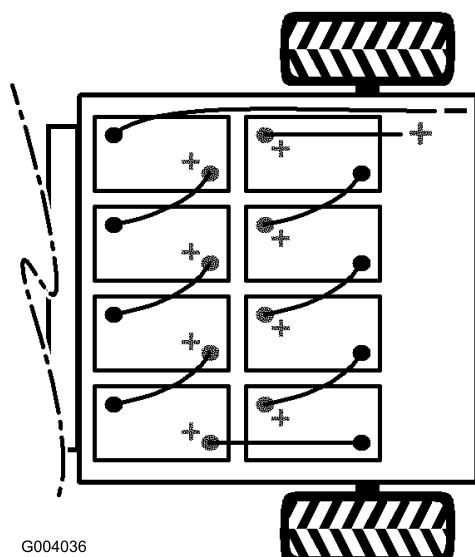

Figura 6
4. Montate le batterie come illustrato in Figura 6.
Nota: Prestate attenzione alla polarità delle batterie quando montate le batterie nuove (Figura 6).
7. Serrate il bullone e fissate l'altra estremità del fermaglio con un nuovo bullone (5/16 x 3/4 pollice) e un dado flangiato (5/16 pollice) (Figura 6).
8. Collegate il cavo rosso, lungo, positivo principale tra la serie di batterie ed il veicolo (Figura 6).
9. Collegate il cavo nero, lungo, negativo principale tra la serie di batterie ed il veicolo (Figura 6).
6. Collegate tutte le batterie utilizzando i cavi a corredo con le parti sciolte, come illustra Figura 6. Verificate che i cavi non possano venire a contatto con spigoli aguzzi.